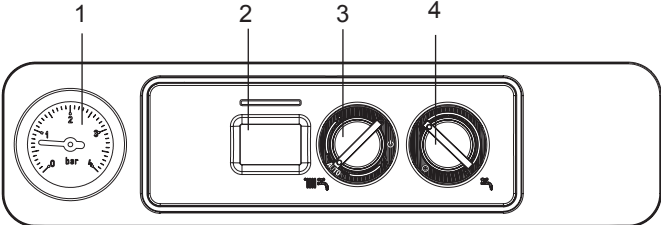

fig. 2.1a
- ruotare il selettore di funzione (2 - fig. 2.1a) nella posizione desiderata:
**Inverno:** ruotando il selettore di funzione (1 - fig. 2.1a) all'interno dell'area contraddistinta con + e - (fig. 3.1b) la caldaia fornisce acqua calda sanitaria e riscaldamento. In caso di richiesta di calore, la caldaia si accende, il visualizzatore digitale indica la temperatura dell'acqua di riscaldamento, l'icona di funzionamento in riscaldamento e l'icona fiamma (fig. 3.2a). In caso di richiesta di acqua calda sanitaria, il visualizzatore (4) indica la temperatura dell'acqua sanitaria, l'icona di funzionamento in sanitario e l'icona fiamma (fig. 3.3a).